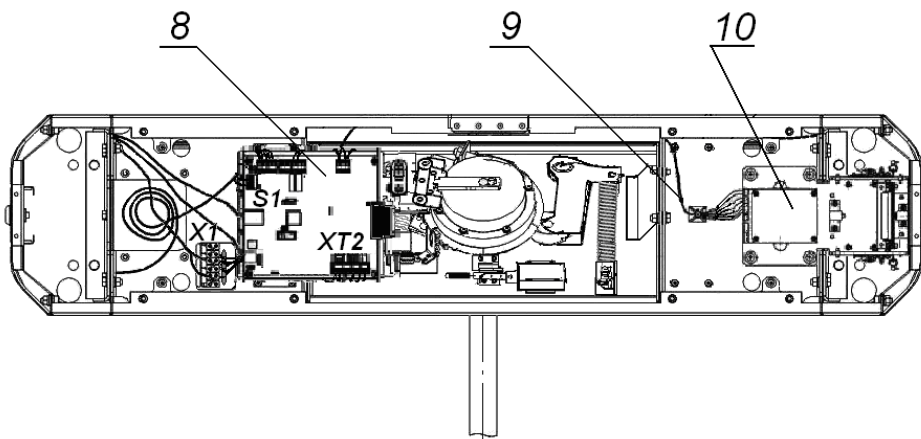
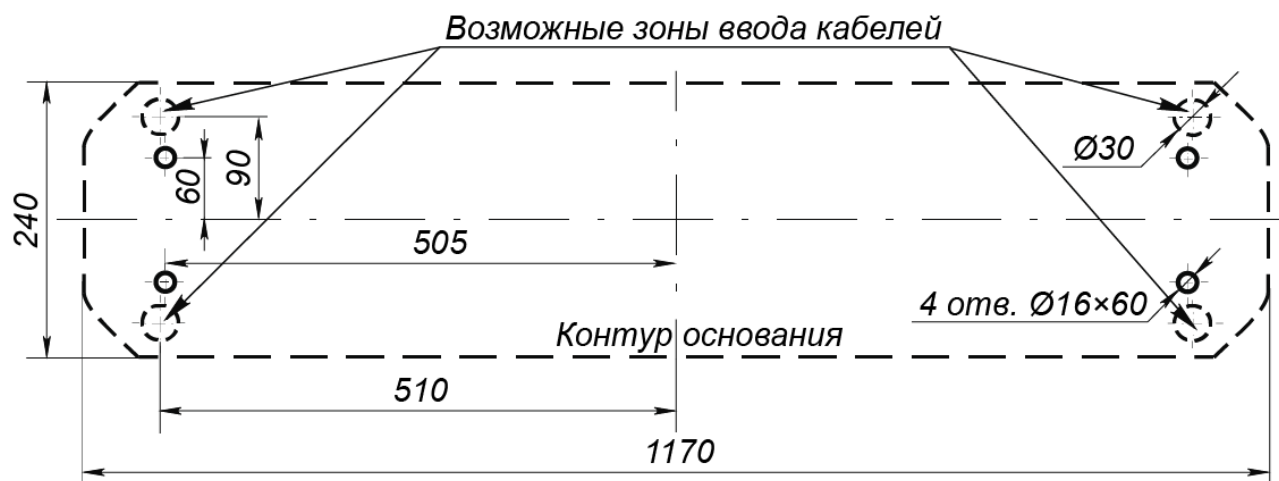

Рисунок 11. Схема прокладки кабелей в стойке ЭП
Рисунок 12. Схема разметки для установки стойки ЭП
3. Подготовьте в полу отверстия под гильзы анкеров для крепления стойки ЭП (см. рис. 12).
4. При необходимости прокладки кабелей под поверхностью пола подготовьте в полу кабельный канал, подходящий к одной из зон ввода кабелей в стойку ЭП, указанных на рис. 12.
6. Демонтируйте боковую заглушку (9) и выньте контейнер картоприемника (10), открыв ключом замки (11, 12).
10. Снимите крышку ЭП (3), отвернув ключом установочный винт (19). Порядок снятия крышки указан в разд. 6.
11. Протяните кабели внутри стойки. Рекомендуемое расположение кабелей при прокладке внутри стойки показано на рис. 11.
15. Выполните заземление стойки ЭП в соответствии с требованиями ПУЭ («Правила устройства электроустановок»). Контакт заземления **Z3** (см. рис. 11) находится за боковой заглушкой (9) стойки. Для крепления кабеля заземления на контакте используйте гайку М4.
16. Подключите кабель *Ethernet* (16) к разъему **S1** на плате контроллера ЭП.
19. После подключения всех кабелей и закрепления стойки на полу установите на место крышку (3), боковую заглушку стойки и контейнер картоприемника на свои места в порядке, обратном снятию.
При производстве механизм картоприемника (3, см. рис. 11) установлен со стороны считывателя №1.
- 1 Снимите крышку (3) в порядке, указанном в разд. 6.
- 2 Извлеките контейнер картоприемника (10), открыв замок (12).
- 3 Извлеките заглушку (9) с противоположной стороны, открыв замок (11).
- 4 Демонтируйте торцевые крышки (6); каждая крышка крепится двумя винтами М4х16 и двумя шурупами Ø4,2х19 снизу со стороны контейнера (10) или заглушки (9). Кабели считывателей, находящихся внутри торцевых крышек, не отсоединяйте.
- 6 Демонтируйте заглушку (7) из торцевой крышки со считывателем №1 и аккуратно установите ее в торцевую крышку со считывателем №2; заглушка крепится двумя шурупами Ø2,9х9,5.
- 7 Отсоедините кабель картоприемника (8, рис. 11.) со стороны платы картоприемника.